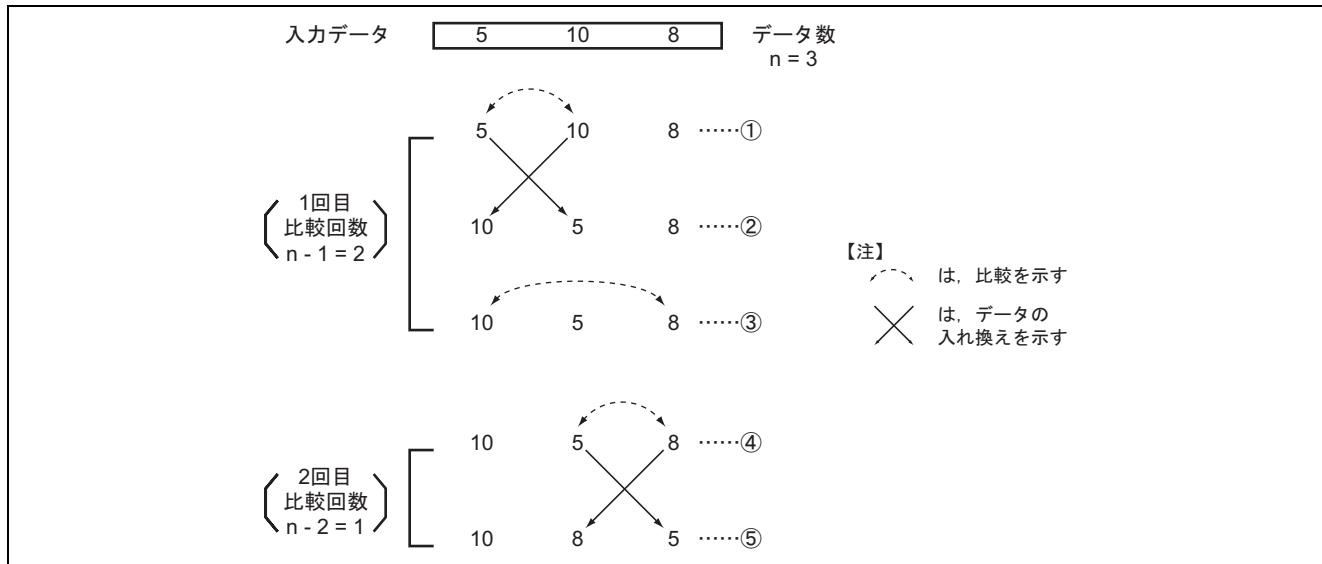

図2 ソーティングの例
(1) 図2に3個のデータを大きい順にソーティングする例を示します。
(図2 , , を参照)
(図2 , を参照)